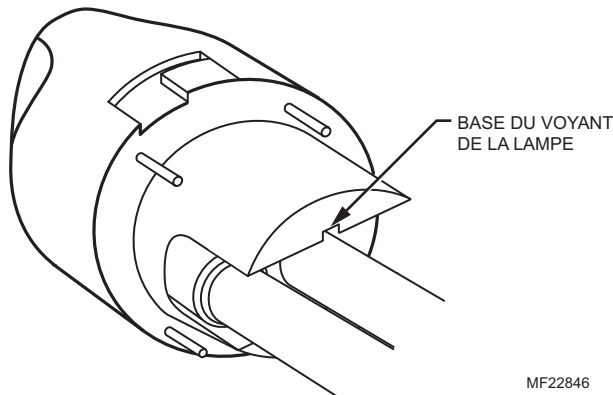

Fig. 15. Essuyer la base du voyant de la lampe.
5. Essuyer également toute poussière qui se serait accumulée entre le voyant de la lampe sur la base et le culot noir de la lampe Fig. 15.